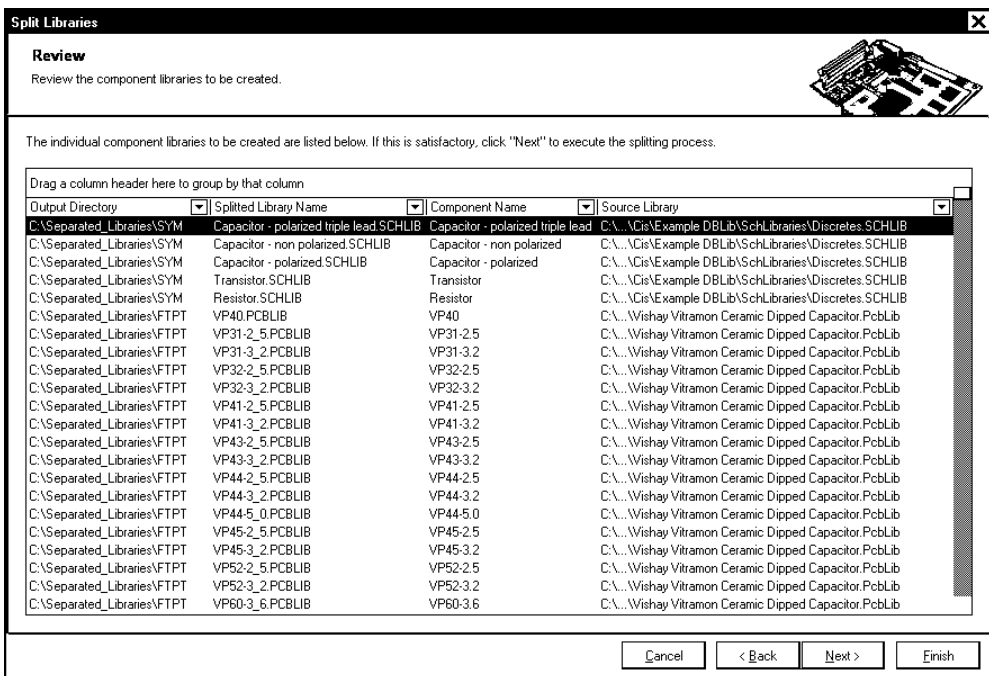

Рис. 12.9. Мастер расщепления интегрированных библиотек: отображение результатов расщепления
- Список имен расщепленных библиотек отображается на следующей странице мастера (рис. 12.9). Слева направо в диалоговом окне **Review** располагаются колонки: